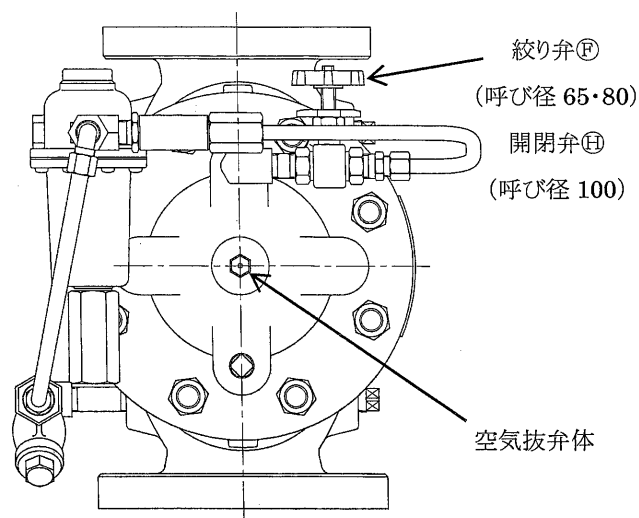

図3 手動開放が必要な場合
また、本弁で手動開放が必要な場合(図3参照)には、絞り弁⑦(呼び径 65・80)または、開閉弁⑨(呼び径 100)を開弁し、空気抜弁体を開放することによって主弁体を全開できます。したがって、この操作によっても通水初期のブローオフや万が一の緊急時(パイロット弁の故障)でも対応可能です。
c) 開閉弁⑩のみ閉弁した場合(呼び径 100 のみ)